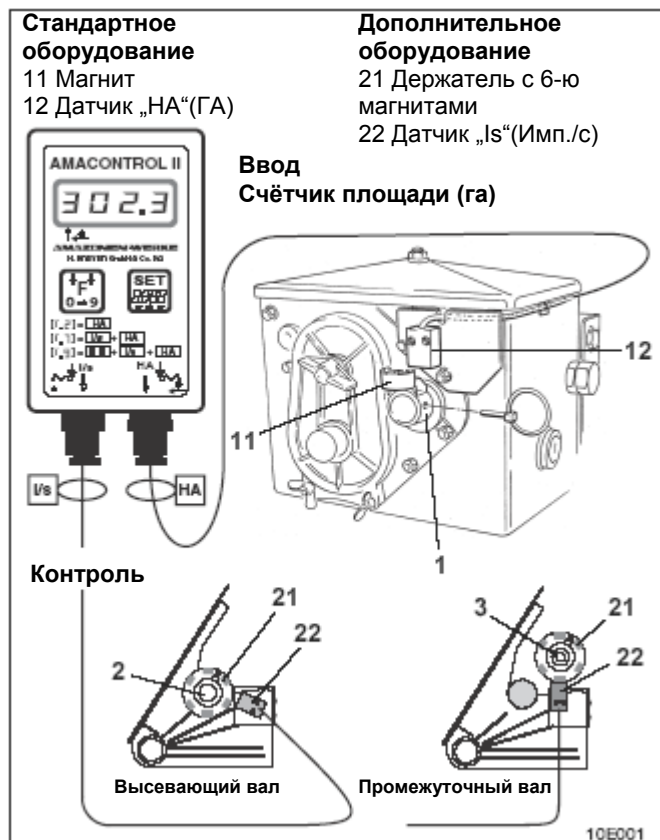

Рис. 2.1
На рис. 2.1 показаны места крепления датчиков и магнита на приводном вале редуктора (1), высевающем вале (2) и промежуточном вале (3).